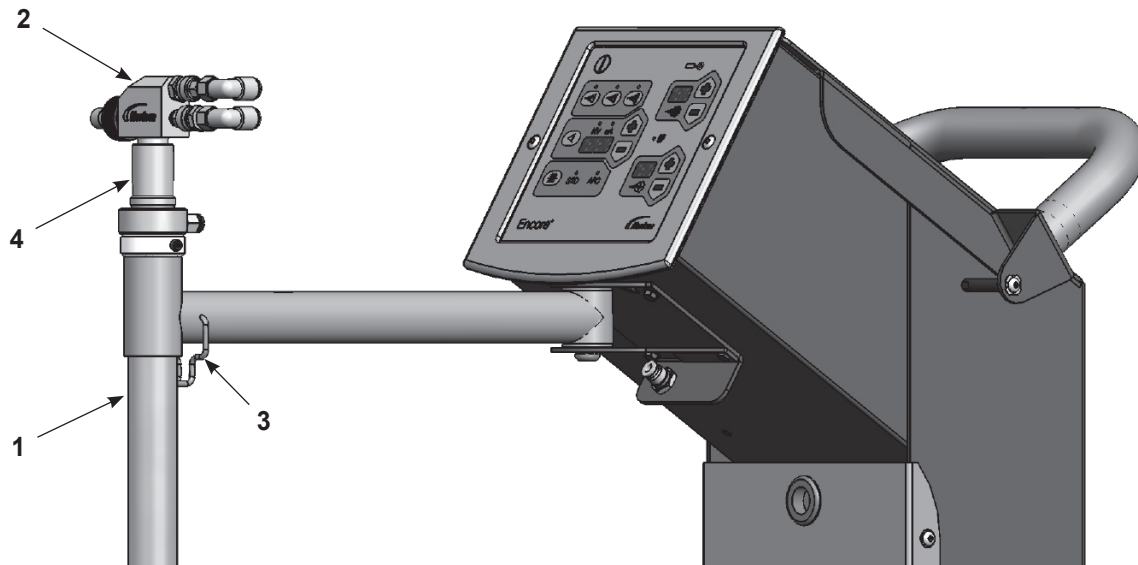

Abbildung 3-7 Installation von Entnahmerohr und Pumpe des Encore LT Applikators
4. Siehe Abbildung 3-7. Die Rohrhalterung zur Seite schwenken und das Entnahmerohr (1) im Arm installieren.
5. Die Pumpe (3) mit einer leichten Drehbewegung in der Pumpenbefestigung (2) installieren.